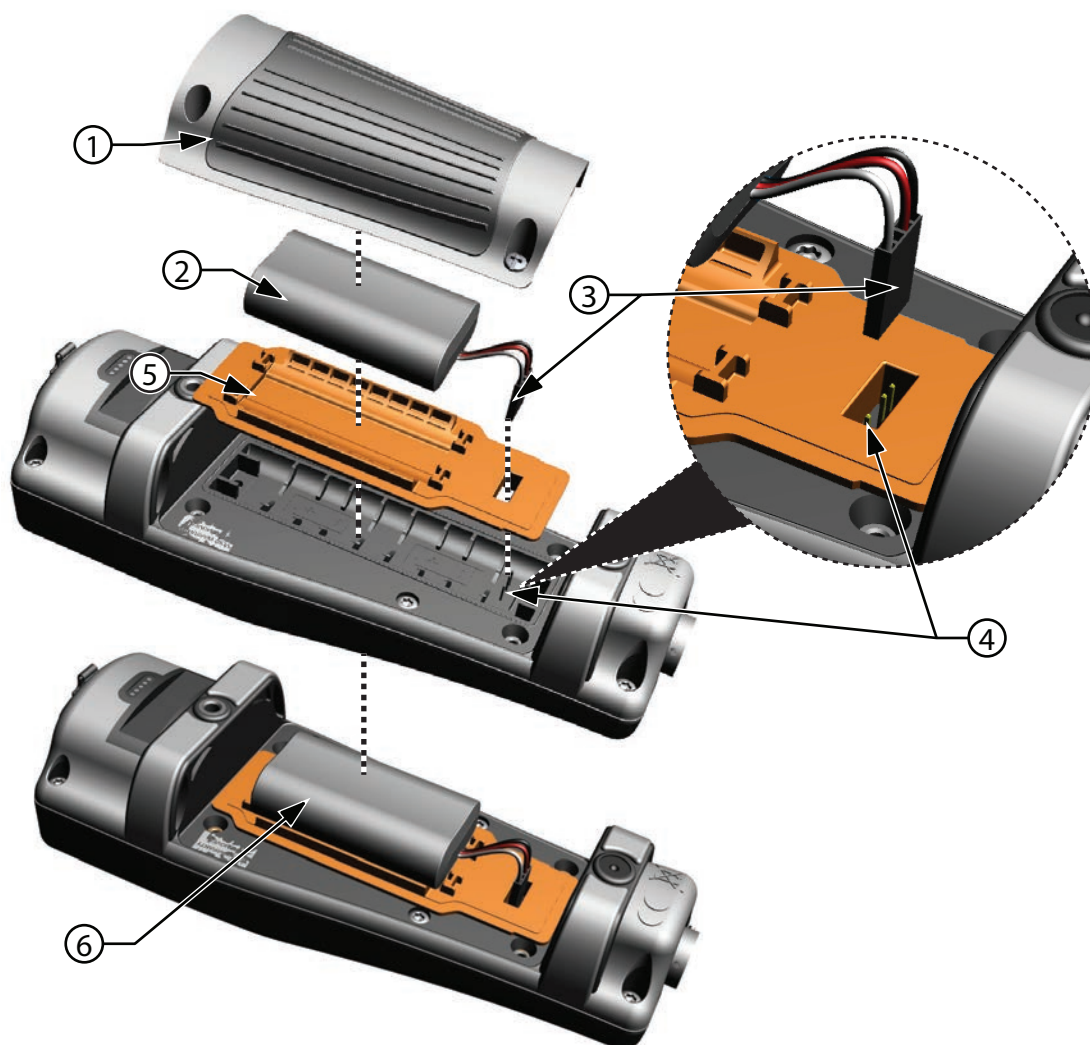

Abbildung 2 Akku-Austausch
1. Entfernen Sie die Akkuabdeckung, indem Sie die vier Schrauben gegen den Uhrzeigersinn mit einem Schlitz- oder Kreuzschraubendreher herausdrehen (Abbildung 2 auf Seite 7).